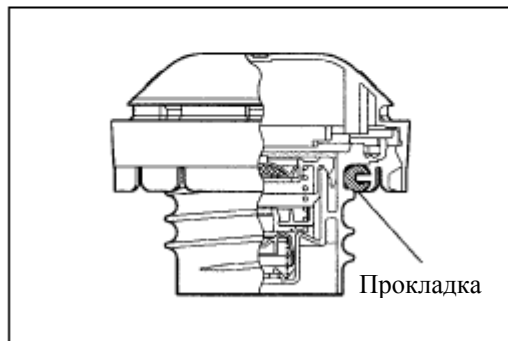

Рис. 52
3. Проверьте крышку заправочного отверстия и прокладку на предмет деформации и повреждений (см. Рис. 52).